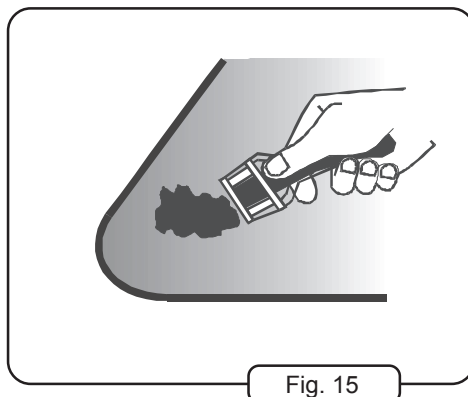

Fig. 15
- Para eliminar os restos dos pratos e melhor utilizar uma pá de madeira ou um raspador especial (fig. 15). Fazem o favor de tomar atenção para não arranhar a superfície da chapa.